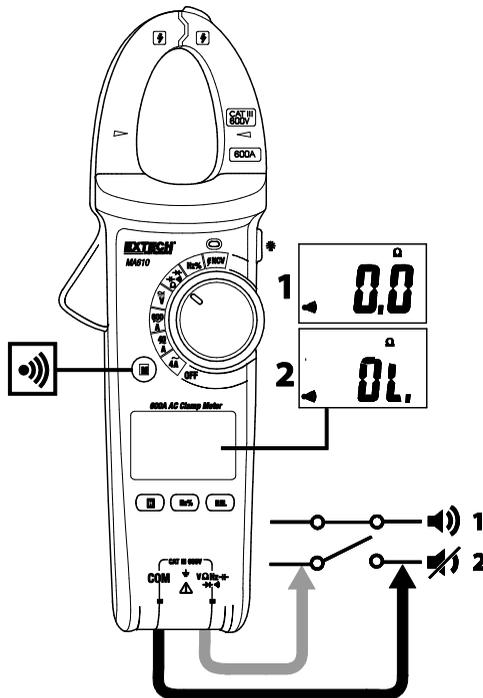

图 5 - 导通性测量
3. 将黑色测试导线的香蕉插头插入负极（COM）的插孔中。将红色测试导线的香蕉插头插入红色（ $\Omega$ ）插孔中。参见图 5。